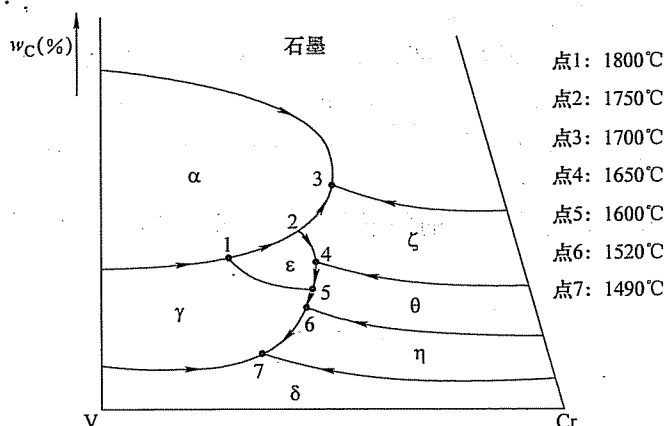

图 21-3 第六题第 2 小题图
2. 图 21-3 为 V-Cr-C 三元系液相图投影图 (示意图) 的一部分, 请列出所有四相平衡反应的反应式, 并说明属于什么反应。